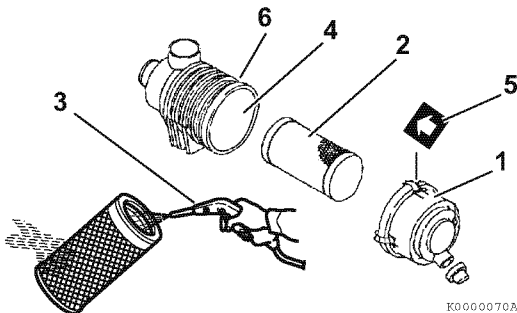
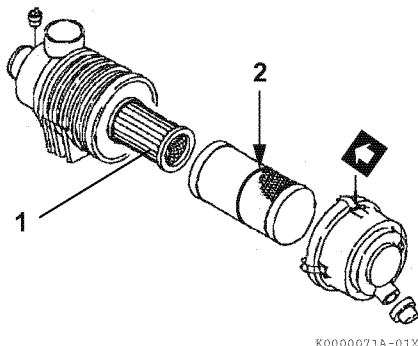

Abbildung 9
Abbildung 10
Beachten Sie, dass in **Abbildung 9** und **Abbildung 10** lediglich zur Illustration ein typischer Luftfilter dargestellt ist.
1. Den Luftfilterdeckel (1, **Abbildung 9**) entriegeln und ausbauen.
2. Den Einsatz (2, **Abbildung 9**) entnehmen (bei zweiteiligem Einsatz: äußeres Element).
3. Den Filtereinsatz zum Ausräumen von innen nach außen mit Druckluft (3, **Abbildung 9**) (42 - 71 psi, 0,29 - 0,49 MPa, 3,0 - 5,0 kgf/cm²) durchblasen. Den geringsten Druckluftwert zur Staubentfernung wählen, um den Filtereinsatz nicht zu beschädigen.
4. Falls der Luftfilter mit einem zweiteiligem Einsatz ausgerüstet ist, nur dann das innere Element (1, **Abbildung 10**) entnehmen und ersetzen, wenn die Motorleistung nachlässt oder die Staubanzeige (falls vorhanden) anspricht.
7. Den Einsatz wieder in das Luftfiltergehäuse (4, **Abbildung 9**) bauen.
*Hinweis: Befindet sich eine rote Linie (2, **Abbildung 10**) auf dem äußeren Element, führen Sie das Element wieder ein, bis sich die rote Linie und die Endkante des Luftfiltergehäuses überlappen.*
8. Den Luftfilterdeckel wieder aufsetzen und dabei den Pfeil (5, **Abbildung 9**) am Deckel mit dem Pfeil am Gehäuse (6, **Abbildung 9**) zusammenbringen.
Den Luftfiltereinsatz alle 500 Betriebsstunden ersetzen, (2, **Abbildung 9**) auch wenn keine sichtbare Verschmutzung oder Beschädigung vorliegt.
Beim Austausch des Einsatzes das Luftfiltergehäuse (4, **Abbildung 9**) innen reinigen.
Falls der Luftfilter mit einem zweiteiligem Einsatz ausgerüstet ist, nur dann das innere Element (1, **Abbildung 10**) entnehmen und ersetzen, wenn die Motorleistung nachlässt oder die Staubanzeige (falls vorhanden) anspricht. Dies geschieht zusätzlich zum Ersatz des äußeren Elements.